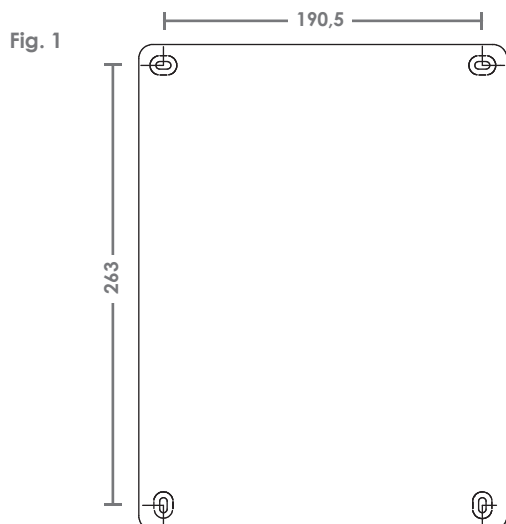

Fig. 3
- 4) Corte as boquilhas conforme o tamanho dos cabos/fios (fig. 3) para que as boquilhas mantenha-se firme ao cabo/fio. Não corte as boquilhas que não for utilizar.